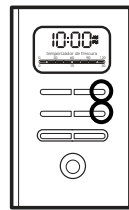

Figura 1
2. Presione y mantenga oprimidos los botones de “Hora” y “Min” hasta que el reloj marque la hora actual. Los indicadores de AM o PM se encenderán en la parte inferior de la pantalla (Figura 1).